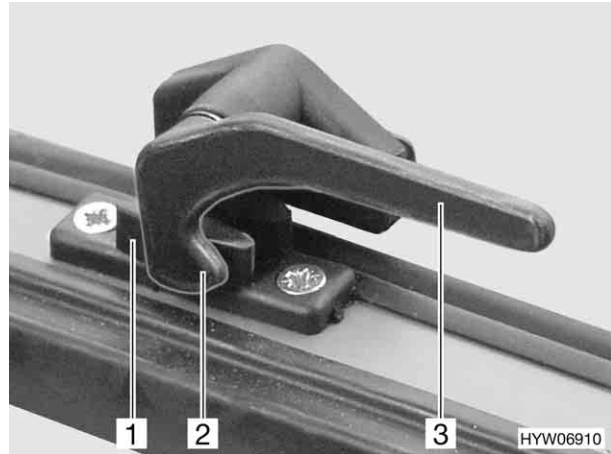
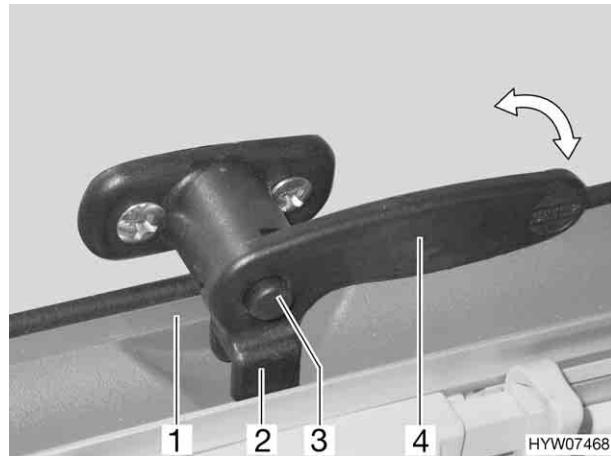

Fig. 40 Levier de verrouillage sans bouton de sécurité en position "fermé"
Fig. 41 Levier de verrouillage avec bouton de sécurité en position "fermé"
- Le cas échéant, appuyer sur le bouton de sécurité (Fig. 41,3) et le maintenir enfoncé.
- Positionner le levier de verrouillage (Fig. 40,3 ou Fig. 41,4) à la verticale ou le tourner d'un quart de tour vers le centre de la fenêtre.
- Positionner le levier de verrouillage (Fig. 40,3 ou Fig. 41,4) en position horizontale ou le tourner d'un quart de tour vers le cadre de la fenêtre. Le tenon de verrouillage (Fig. 40,2) se trouve sur le côté intérieur du verrouillage de fenêtre (Fig. 40,1) ou la fourche (Fig. 41,2) du levier de verrouillage se trouve toute entière sur le côté intérieur du verrouillage de fenêtre (Fig. 41,1).